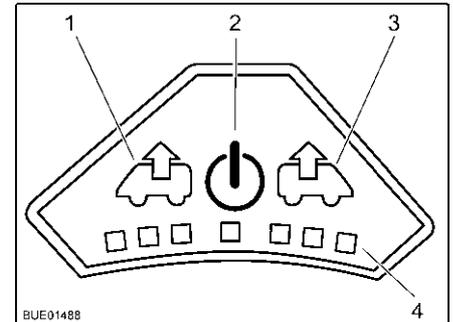

Fig. 96 Quadro comandi del ventilatore
- Accensione:** ■ Premere il tasto On/Off (Fig. 96,2). Il ventilatore funziona in modalità comfort (sfiato al numero di giri minimi del ventilatore).
- Per aumentare il numero di giri del ventilatore: Premere il tasto Sfiato (Fig. 96,1). Il numero di giri del ventilatore aumenta di uno stadio in direzione sfiato. I LED (Fig. 96,4) indicano gli stadi di commutazione.
- Per ridurre il numero di giri del ventilatore: Premere il tasto Aerazione (Fig. 96,3). Il numero di giri del ventilatore si riduce di uno stadio.
- Per aumentare il numero di giri del ventilatore: Premere il tasto Aerazione (Fig. 96,3). Il numero di giri del ventilatore aumenta di uno stadio in direzione aerazione. I LED (Fig. 96,4) indicano gli stadi di commutazione.
- Per ridurre il numero di giri del ventilatore: Premere il tasto Sfiato (Fig. 96,1). Il numero di giri del ventilatore si riduce di uno stadio.
- Premere il tasto On/Off (Fig. 96,2). Il ventilatore si ferma, i LED si spengono.